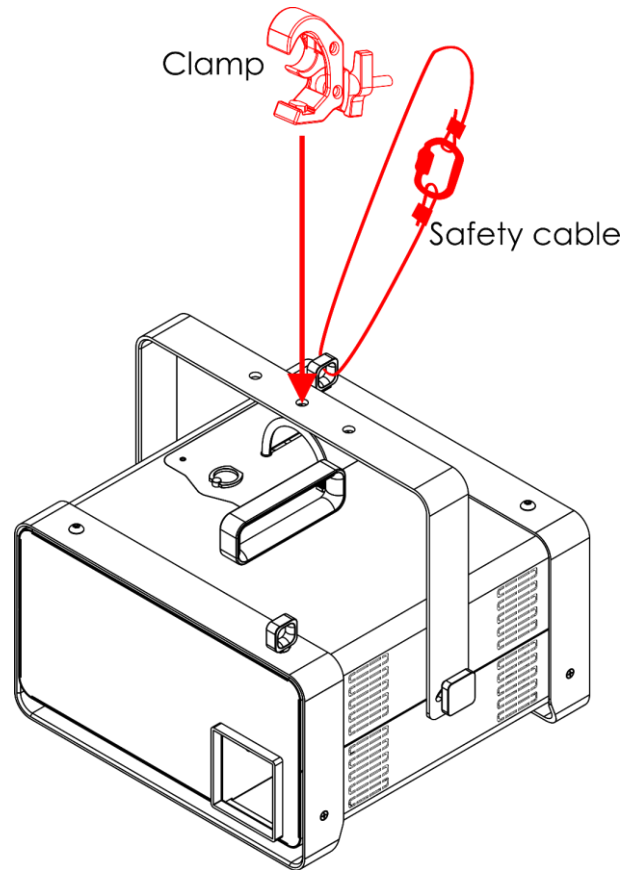

Abb. 06
- 01) Befestigen Sie das Gerät mit einer Schelle an der Tragstruktur, wie in Abb. 06 dargestellt. Stellen Sie sicher, dass sich das Gerät nicht frei bewegen kann.
- 02) Sichern Sie das Gerät mit einer Sekundäraufhängung, z. B. einem Sicherheitskabel. Stellen Sie sicher, dass die Sekundäraufhängung das 10-fache Gewicht des Geräts tragen kann. Wenn möglich, sollte die Sekundäraufhängung unabhängig von der Primärhalterung an der Tragstruktur befestigt werden. Führen Sie das Sicherheitskabel durch den **Sicherheitsring (04)** wie in Abb. 06 gezeigt.